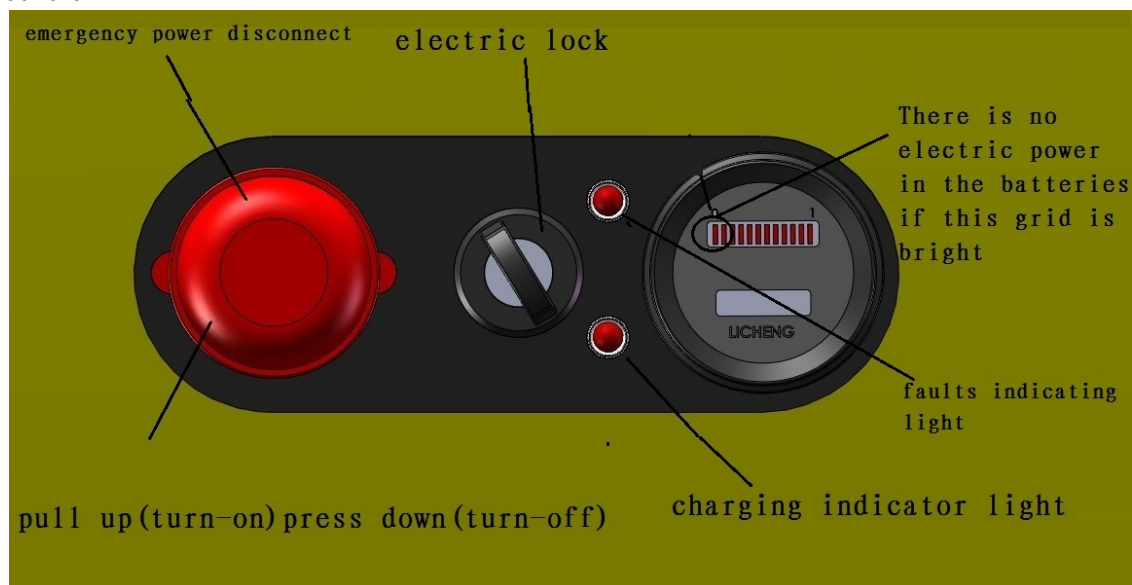

Fig.1
5. 1. 2 Compruebe si hay energía eléctrica en las baterías con el método indicado en la Fig.1. Extraiga el interruptor general de potencia para conectar la alimentación general, desbloquee la cerradura eléctrica de la manilla, compruebe el contador de energía eléctrica en el panel de instrumentos de la carretilla. Si la rejilla del extremo cero está brillante, indica que no hay energía eléctrica en las baterías y se debe proceder a la carga de inmediato. Está prohibido hacer funcionar la carretilla sin